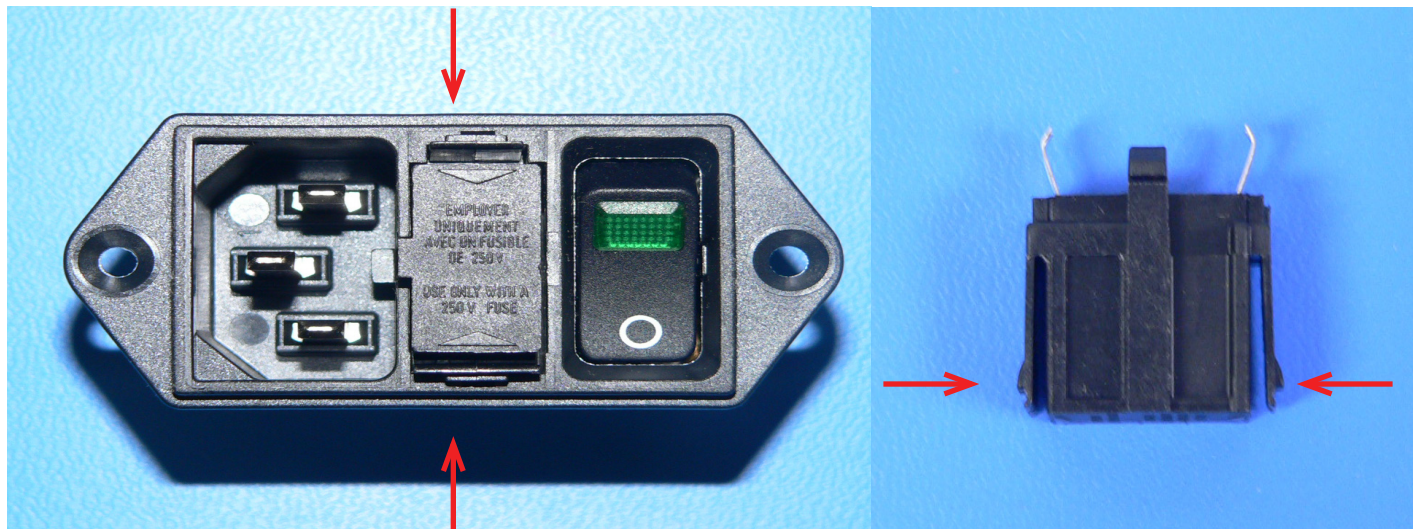

Figura 18: Linguetas da caixa de fusíveis
2. Com o alicate de pontas, extraia cuidadosamente a caixa de fusíveis do módulo de entrada de potência, apertando as linguetas da caixa de fusíveis nas ranhuras, conforme ilustrado na Figura 18.